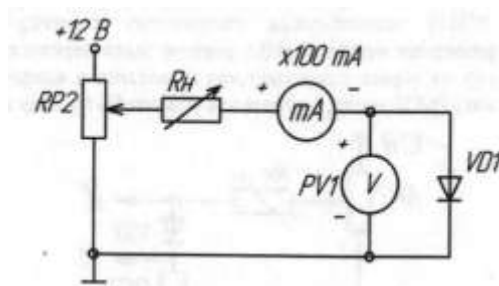

Рисунок 2.1- Схема для снятия ВАХ для прямой ветви
- а) Собрать схему для исследования выпрямительного диода на постоянном токе в соответствии с принципиальной схемой рис. 2.1. Для измерения анодного тока включить миллиамперметр постоянного тока с пределом 100 мА. Для измерения анодного напряжения использовать мультиметр. Последовательно с диодом включить токоограничивающий резистор  $R_H$ .
Снять вольтамперную характеристику выпрямительного диода на постоянном токе для прямой ветви (рис. 2.1); для снятия характеристик регулировать напряжение на выходе потенциометра; результаты измерений занести в таблицу Таблица 2.1. Построить ВАХ диода, определить основные точки на характеристике.